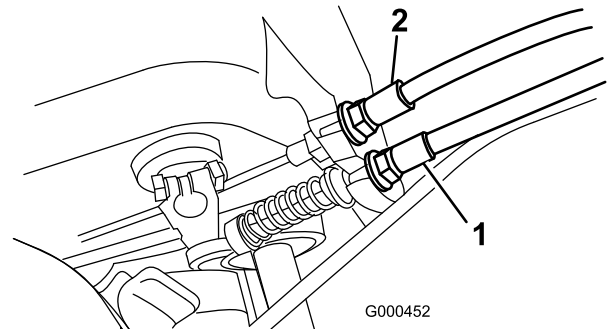

Figura 31
2. Per aumentare la tensione del cavo allentate il controdado del cavo anteriore e serrate il controdado del cavo posteriore (Figura 31) finché non occorre una forza di 2,7 – 4 kg. per inserire il freno. La forza viene misurata al pomello della leva. Non regolate eccessivamente, perché la cinghia del freno potrebbe opporre resistenza.